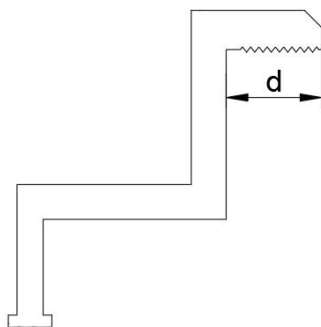

图 8 边压块横截面示意图
- ⑨ 为防止安装组件后脱框，建议选择边缘安装压块和中间安装压块与边框 A 面接触面均带有花纹槽结构的压块，花纹槽结构建议数量为 9 个左右，相邻花纹槽距离建议 1.2mm 左右，花纹槽深度建议 0.6mm 左右，如图 8 所示。